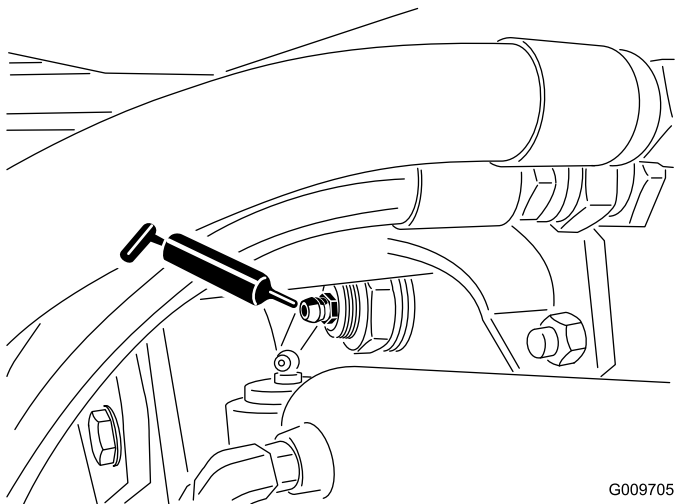

Bild 22
- Hinterachse-Drehbüchsen (2) (Bild 22)